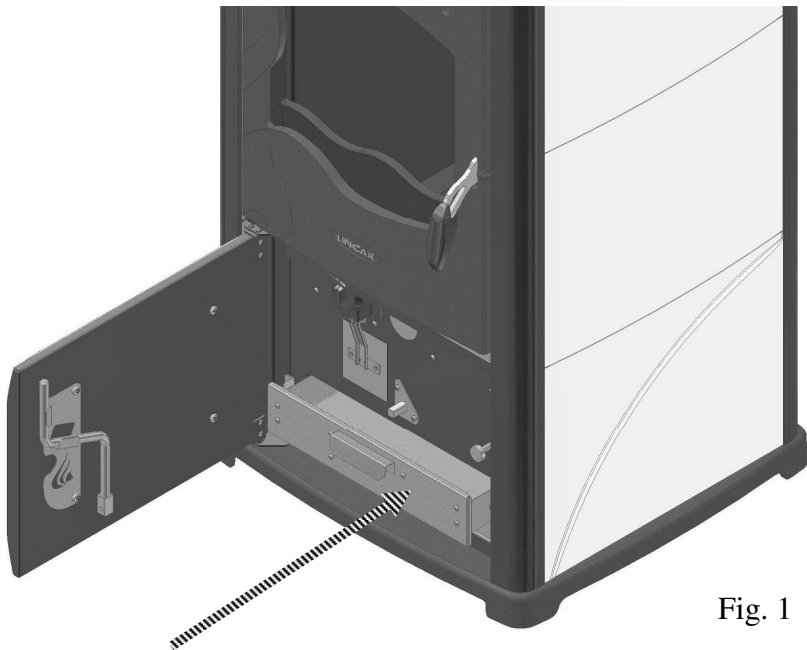

Fig. 1
- Disposer sur le brasier un cube d'allumage ou une petite quantité de papier, poser au dessous 0,5 kg de bois ou morceau de bois de petites dimensions. Le poignet de régulation température est au maximum. Allumer avec un allumette le papier ou le cube - allumage et fermer la porte feu. Si nécessaire ouvrir la porte inférieure et extraire légèrement le tiroir cendres comme en Fig. 1.
- Ouvrir la porte des cendres et extraire le tiroir des cendres comme en fig.1